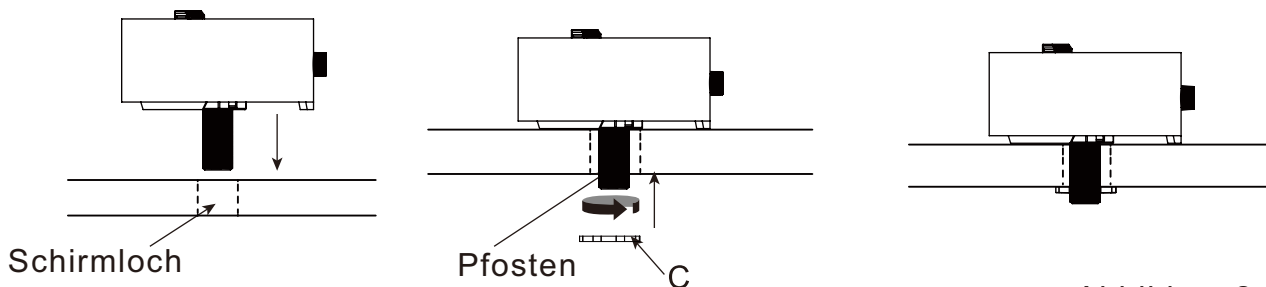

Abbildung 2
3. Entfernen Sie die Befestigungsvorrichtung (C) von der Feuerstelle. Bringen Sie die Feuerstelle an, indem Sie den Pfosten durch das Schirmloch führen und dann die Befestigungsvorrichtung (C) im Uhrzeigersinn festziehen (siehe Abbildung 2).